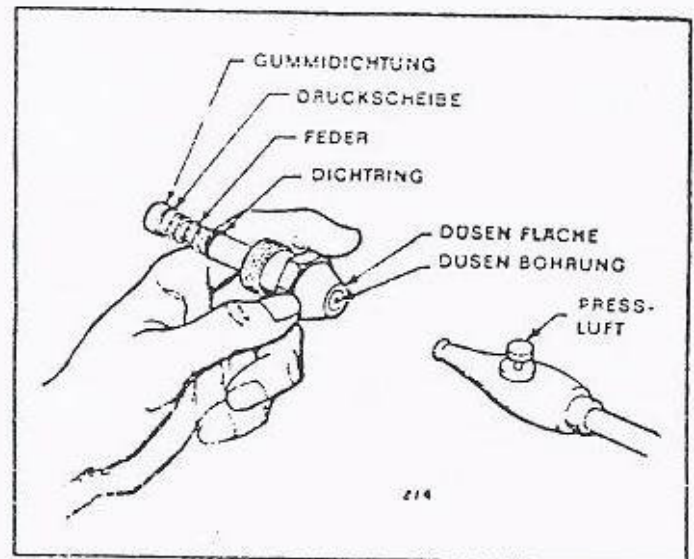

Bild 7
6. Vor Einsatz der Düse montieren Sie die Druckscheibe, Feder, Druckscheibe und Gummidichtung in richtiger Reihenfolge (Bild 7).